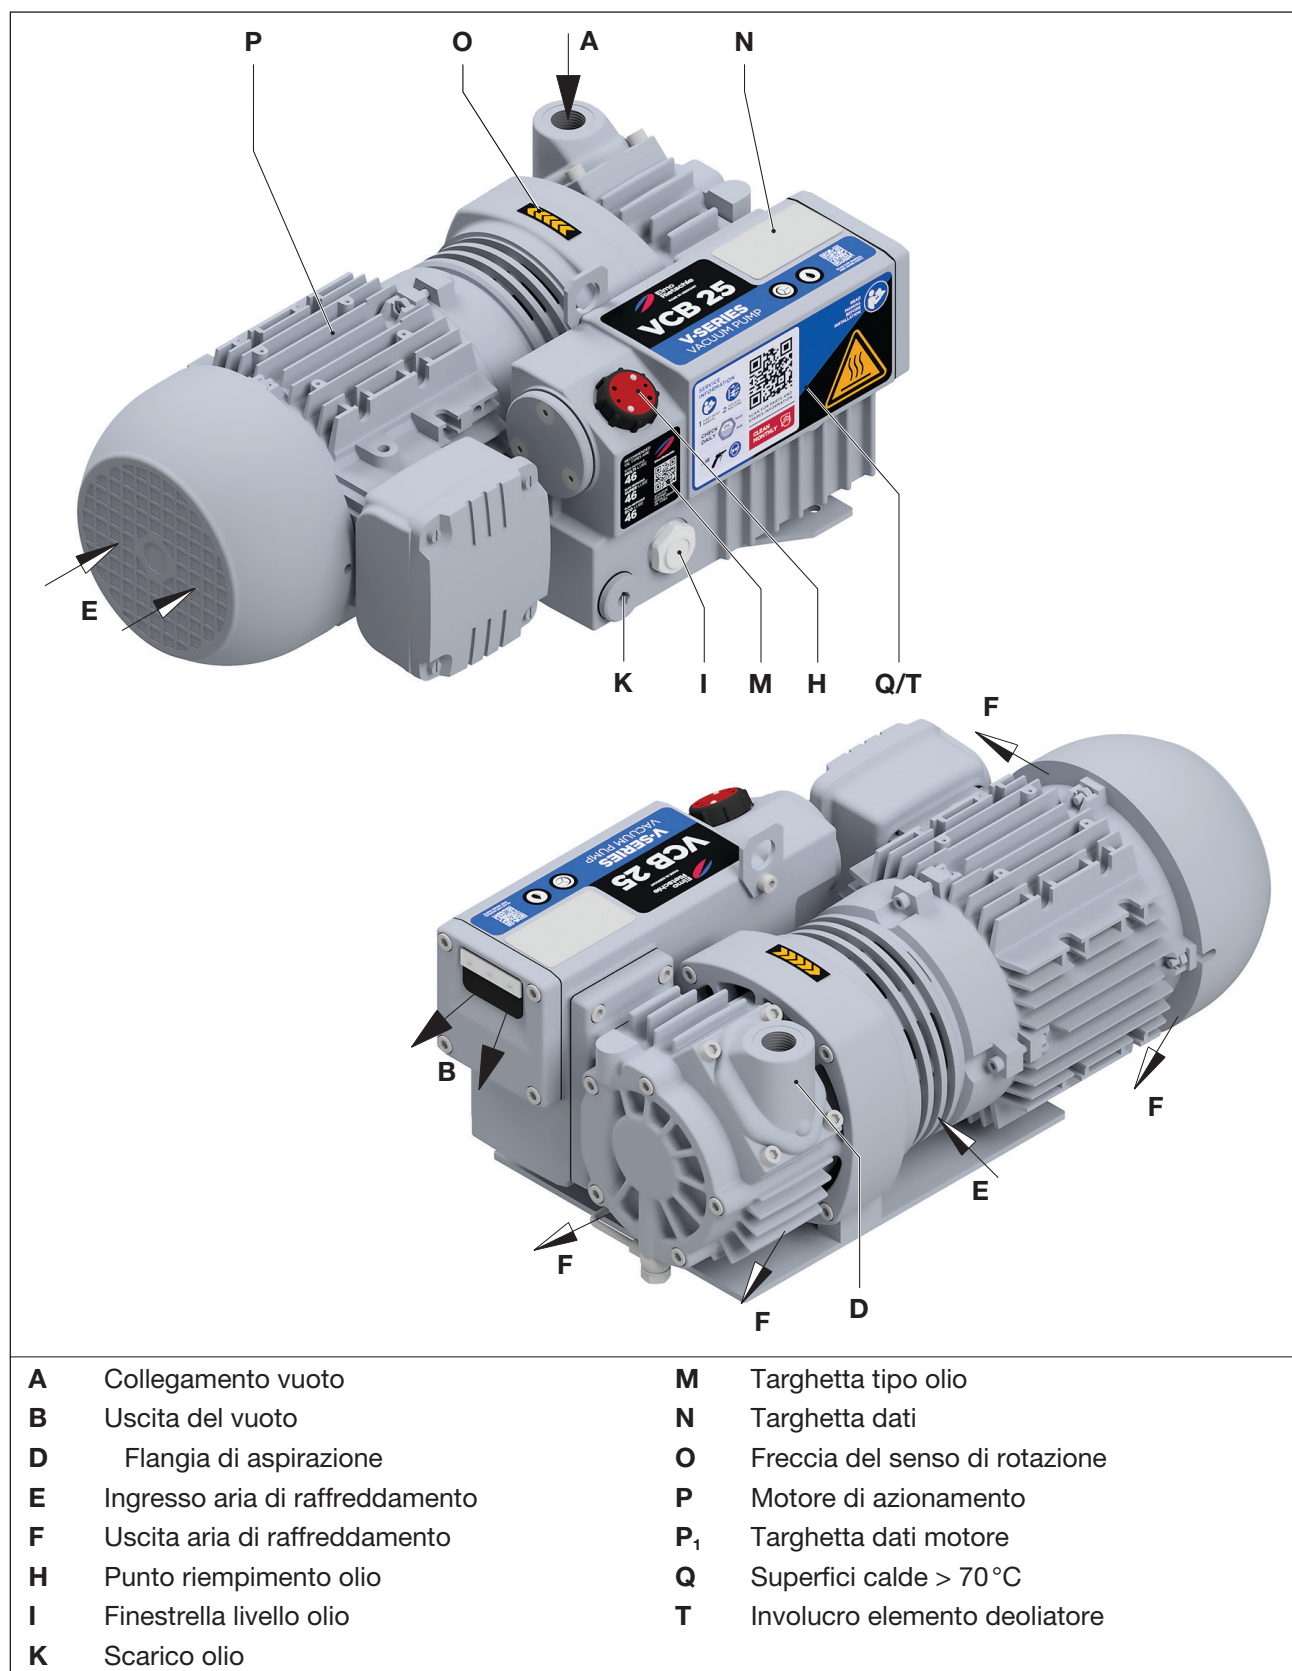

Fig. 2 Pompa per vuoto V-VCB
- La flangia di aspirazione (Fig. 2/D), il punto di riempimento dell'olio (Fig. 2/H), la finestrella livello dell'olio (Fig. 2/I), lo scarico dell'olio (Fig. 2/K) e l'involucro deoliatore (Fig. 2/T) devono essere facilmente accessibili
L'attacco per il vuoto (Fig. 2/A) si trova sulla flangia di aspirazione (Fig. 2/D).
L'aria esausta viene espulsa attraverso l'uscita dell'aria di scarico (Fig. 2/B).
- Rimuovere il tappo cieco sul collegamento del vuoto (Fig. 2/A) e rimuovere l'uscita dell'aria di scarico (Fig. 2/B).
- Collegare la tubatura sul collegamento vuoto (Fig. 2/A).
- L'aria aspirata può essere soffiato via liberamente attraverso l'apertura per l'aria di scarico (Fig. 2/B)
- Controllare il livello dell'olio lubrificante sulla finestrella livello olio (Fig. 2/I) ed eventualmente aggiungerlo.
I dati elettrici del motore sono indicati sulla targhetta dati (Fig. 2/N) ossia sulla targhetta dati del motore. I motori sono conformi a DIN EN 60034 e sono eseguiti con classe di protezione IP 55 e classe isolamento F. Lo schema di collegamento è situato nella morsettiera del motore (non si applica nella versione con collegamento a spina).